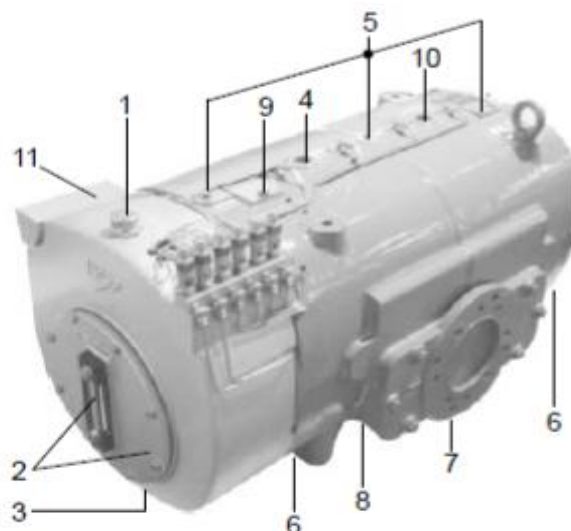

Рис. 4
- 3.1 Заполните масляный бак до уровня примерно на 3 см ниже заливной горловины – поз. 1 – рис. 4. Информация по выбору смазочного масла приведена на стр. 2.
- 3.2 После выпуска воздуха через вентиляционное отверстие поз. 5 – рис. 4 – заполните корпус насоса до отказа охлаждающей средой через отверстие поз. 4 – рис. 4. Заполните теплообменник через отверстия, показанные в точке А схем установки на стр. 5-6. Расширительный бак должен быть заполнен наполовину, проверьте через смотровое стекло. Вкрутите все краны и пробки отверстий заполнения и вентиляции. Емкость всей системы охлаждения, как показано, составляет примерно 50 л для PR 330 и 90 л для PR 530. В зимнее время необходимо добавлять гликолевый антифриз в следующих соотношениях:
- с) Вода должна переливаться через отверстия поз. 5 – рис. 4.
- а) Выкрутите пробки из отверстий заполнения и дренажа поз. 1-3-рис. 4.
- б) Вкрутите 8 винтов крепления фланца доступа к масляному баку поз. 2-рис.4.
Выкрутите пробку поз. 9-рис. 4, вставьте стержень диаметром 8 мм и поверните вал рукой. Касаясь контрольным стержнем наружного диаметра ротора, нанесите на нем первую метку разметочным инструментом (стержень поставляется вместе с насосом).
- a). Слейте охлаждающую жидкость из корпуса насоса (поз. 7 – рис. 4) и из переднего фланца поз. 15.